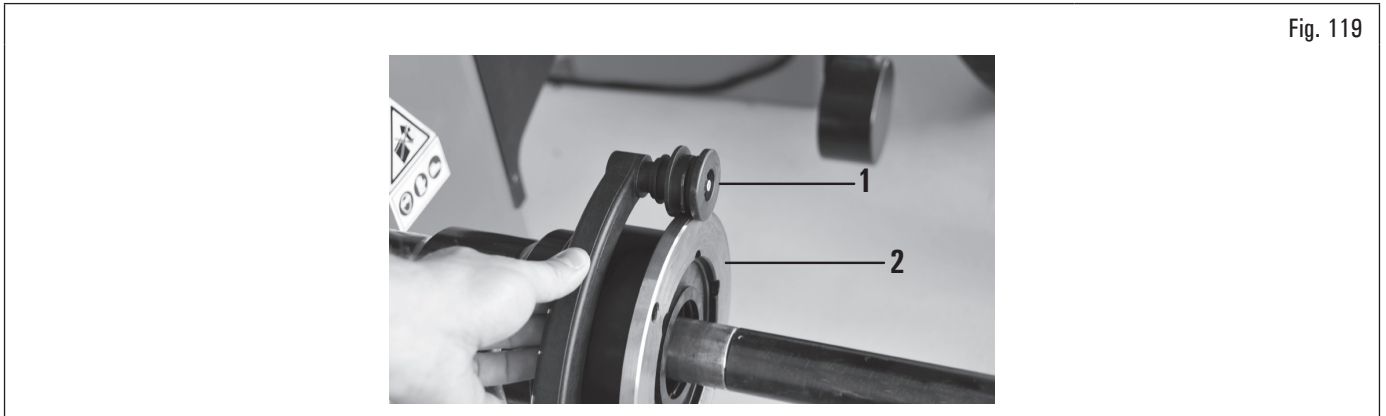

Fig. 119
Posicionar el palpador (Fig. 119 ref. 1) en la brida del mandril (Fig. 119 ref. 2).